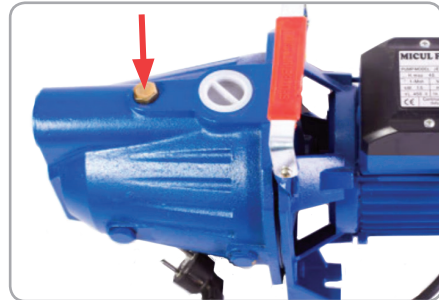

Fig.10
- Se desface supapa de aerisire a pompei (Fig.2, poz.3), aflată în partea superioară (Fig.10).